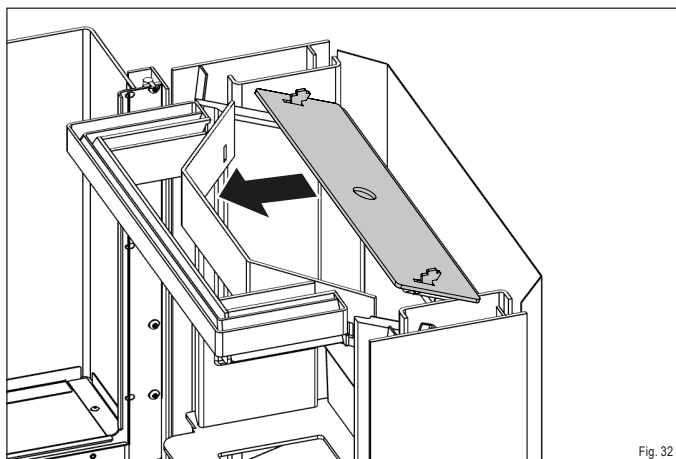

Fig. 32
- Glisser le déflecteur acier inférieur vers l'avant du poêle (Fig. 32).